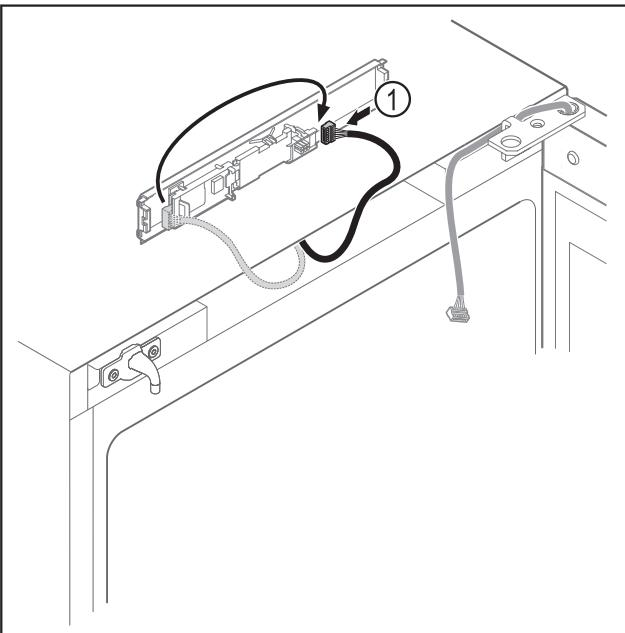

Fig. 14
► Преместете щекера Fig. 14 (1) на платката.